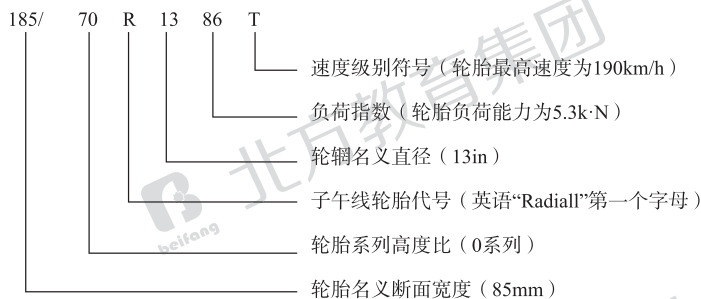

图 16 轿车轮胎规格的表示方法
2) 在 ISO 国际标准中轿车轮胎规格的表示方法（如图 16 所示）。